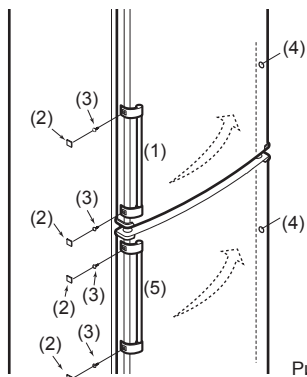

Рис. 1
- Снимите дверные ручки рис. 1 (1), (5) холодильного и морозильного отделения, удалив колпачки рис. 1 (2), а затем отвинтив винты рис. 1 (3) против часовой стрелки.
- Снимите заглушки рис. 1 (4).
- Установите ручки рис. 1 (1), (5) и заглушки рис. 1 (4) на противоположную сторону в обратной последовательности.